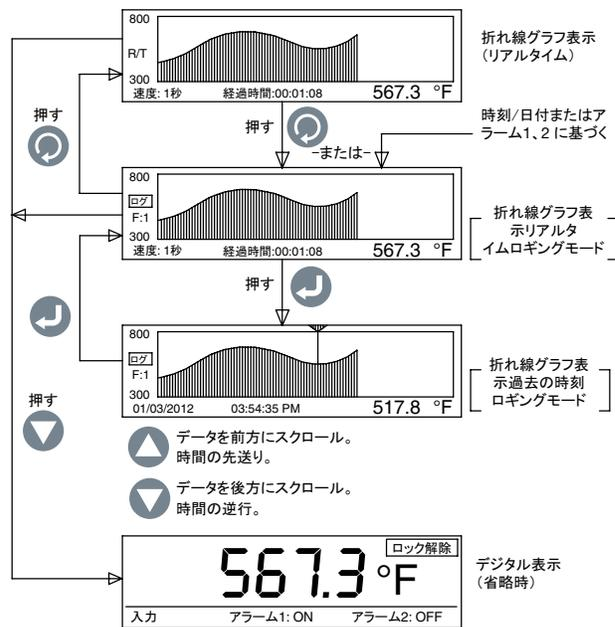

図3-13 データロギング画面のフローチャート
- ④ キーを押すか、アラーム1または2をオフにする、または時刻および日付を事前に設定することにより、ロギング条件を設定します。構成メニュー6と7は、データロギング機能のすべての設定を提供します。リアルタイムでロギングするときに、LOGアイコンとデータファイル番号が画面の左の「Stop When Full」モードに表示されます。メインデジタル表示画面になっているとき、LOGアイコンが点滅します(ロギング中)。
- ⑤ キーを押すことで、デジタル画面上の記録データをスクロールすることができます。
- ⑥ または ⑦ キーを使用して、記録データを前後に、スクロールすることもできます。対応する時刻と日付と共に、記録されたプロセス値が表示されます。図3-13は、データロギング画面のフローチャートを示しています。